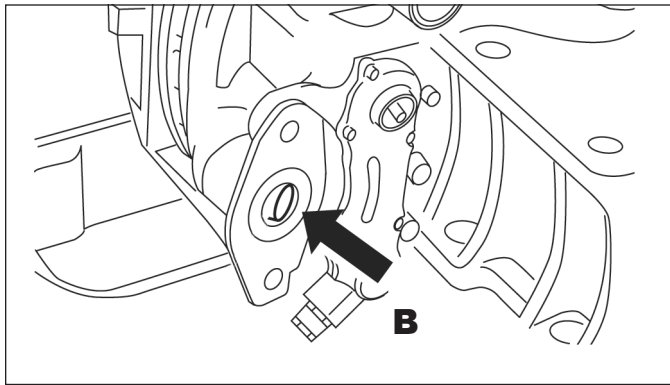

Figura 11: instalación del freno de muelle
1. Asegúrese de que el área de montaje de la cámara del freno de muelle esté limpia y libre de residuos. (Consulte la parte B en la figura 11).